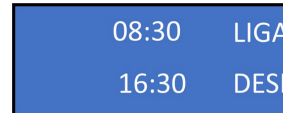

Figura 43
36. Para iniciar la programación, pulse el botón “OK”, después use el botón “arriba” para agregar el tiempo deseado y el botón “abajo” para disminuirlo. Después de definir el tiempo de encendido, pulsar el botón “OK” para continuar y ajustar los minutos, y así sucesivamente, hasta que se definan los dos tiempos (figura 43).